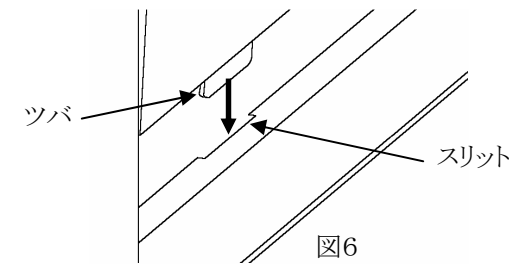

図6
- ① 側面パネルのツバをNetCabiのスリットに上より差し込みます。(図6)